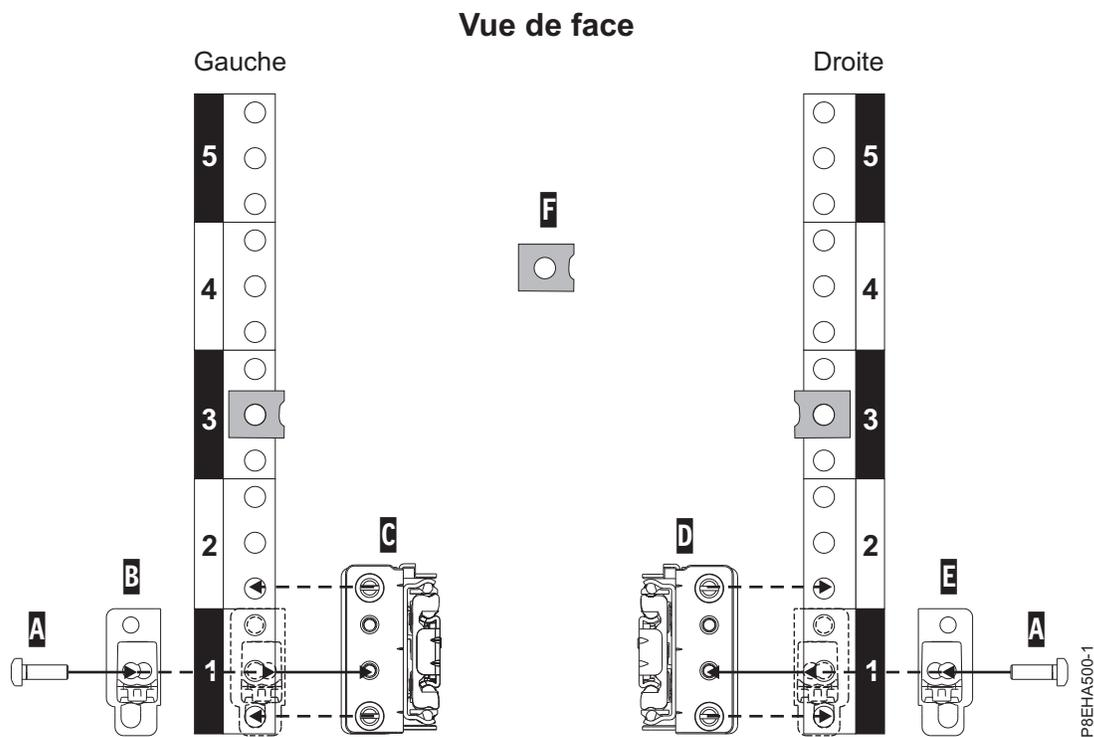

Figure 3. Fixation des glissières à l'avant de l'armoire
3. A l'avant de l'armoire, positionnez la glissière de gauche (C) entre les normes de montage EIA avant et arrière côté gauche, comme illustré dans la figure 3, à la page 4.
6. Positionnez le loquet de fermeture avec ressort (B) en recouvrant l'espace EIA avant de la glissière, comme illustré dans la figure 3.
7. Utilisez la clé torx T25 pour fixer le loquet de fermeture avec ressort à la bride de la glissière avant avec une vis type torx M5 X 16 mm (A) placée dans le trou central (1b) de l'unité EIA, comme illustré à la figure 3.
8. Répétez les étapes 2, à la page 3 à 7 pour la glissière de droite (D), comme illustré dans la figure 3. La lettre R est inscrite au verso de l'emplacement de la glissière de droite.
9. Fixez les deux écrous clips (F) aux emplacements EIA relatifs 3b sur les normes de montage EIA verticales avant côté droit et côté gauche, comme illustré dans la figure 3.